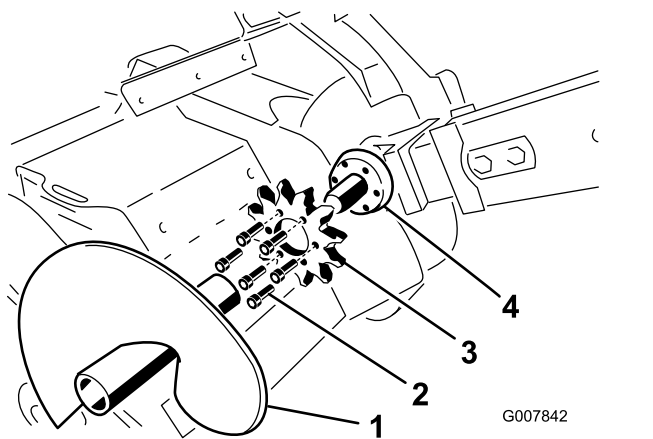

Figure 66
4. Enlevez la tarière de déblayage (Figure 66).
9. Enlevez les 6 boulons de fixation du pignon d'entraînement (Figure 66).
10. Déposez le pignon d'entraînement et mettez-le au rebut (Figure 66).
11. Nettoyez la surface de montage du pignon sur la trancheuse (Figure 66).
12. Glissez le nouveau pignon d'entraînement sur l'arbre (Figure 66).
13. Vissez les 6 boulons de fixation dans le pignon d'entraînement à la main (Figure 66).